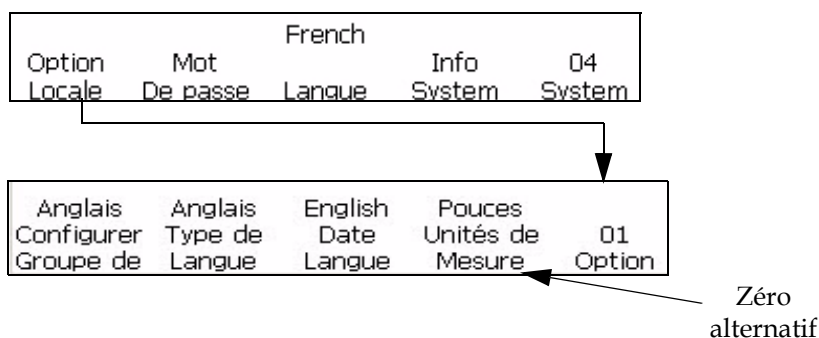

Figure 5-58: Fenêtre <01 Locale> - Zéro alternatif
- Commencez dans la Fenêtre <04 Système> (01 Editer > 02 Editer > 03 Editer > 04 Editer - Config. Système > 01 Système > 02 Système > 03 Système > 04 Système - Config. Locale > 01 Locale). Voir Figure 5-58.